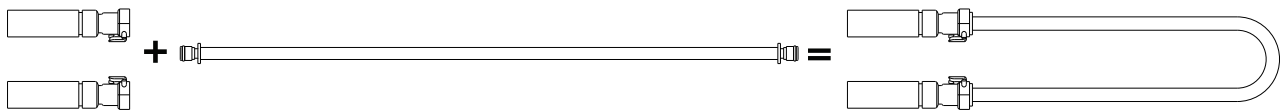

Figura 5-26: Mangueira de conector tipo “Colder” ligada a uma mangueira do adaptador da ferramenta de assistência
- a. Se tiver mangueiras de conector tipo “Colder”, coloque a mangueira do adaptador da ferramenta de assistência (8001-999-017) (Figura 5-26 na página 5-44). Realize este procedimento para as três mangueiras.